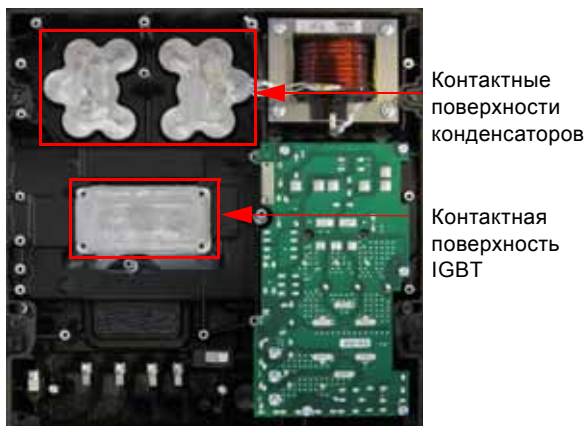

Рис. 54 Контактные поверхности конденсаторов и IGBT
1. Удалите остатки охлаждающей пасты с контактной поверхности IGBT (старайтесь не оцарапать поверхность) и возможные остатки заполнителя на контактной поверхности конденсаторов. См. рис. 54.